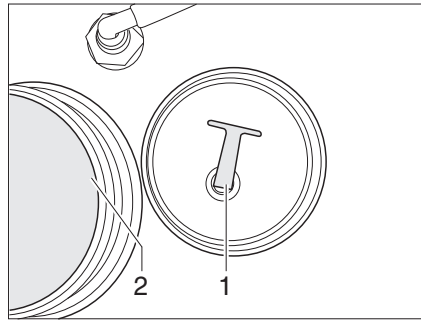

Fig. 146 Depósito de agua
- Desenroscar la tapa de cierre (Fig. 146,2) del depósito de agua.
- Extraer el tapón de cierre (Fig. 146,1) del orificio de salida. Se vacía el agua.